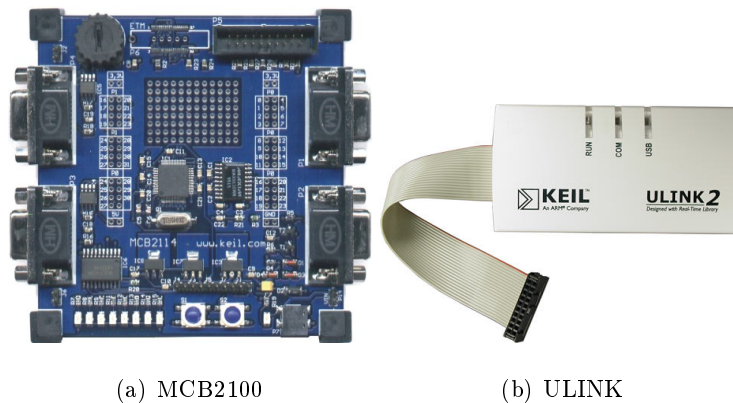

Figura 2.1: *Entorno de trabajo*
- MCB2100: Placa de desarrollo de Keil que incorpora un LPC2129 de NXP que permite crear y testear programas. Se conecta al PC a través de una interfaz USB JTAG. (Figura 2.1)